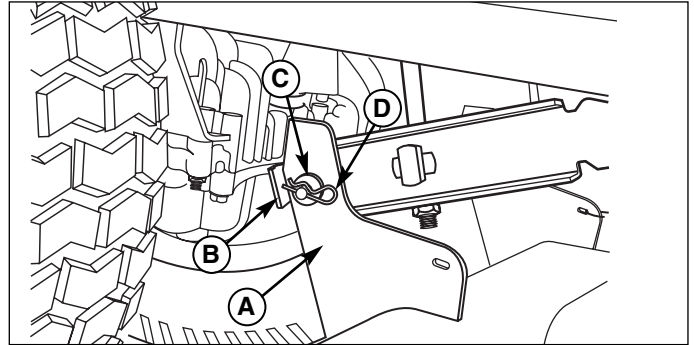

Figure 4. Bras de levage (vue de dessous du côté droit du tracteur)
2. Tirer le levier de débrayage de la transmission en arrière d'environ 6,4 cm pour le verrouiller en position débrayée (figure 4).
4. Déposer la goupille (D, Figure 4) et la rondelle (C). Détacher les pattes de levage du carter (A) des bras de levage (B) du tracteur. Remettre les rondelles (C) et les goupilles (D) en place pour ne pas les perdre.
4. Remettre les goupilles (D, Figure 4) et les rondelles (C) en place sur les pattes de levage (A) du carter et les bras de levage (B) du tracteur.